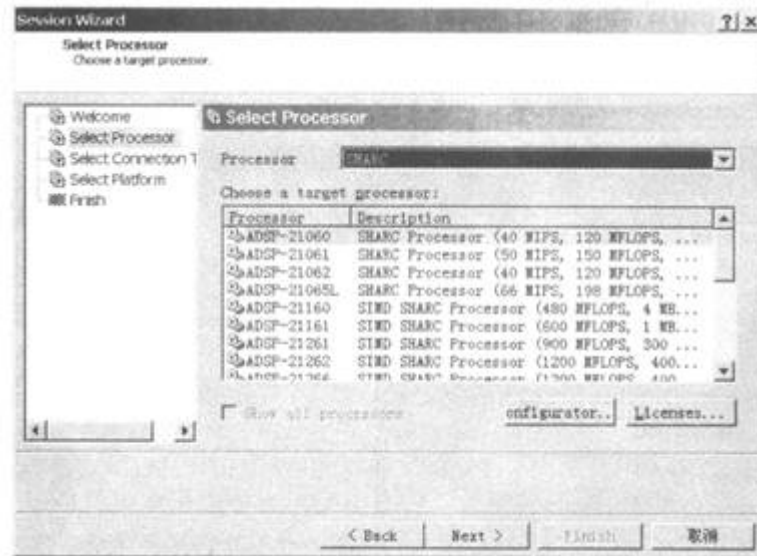

图 5-21 新建会话向导
(1) 单击 VisualDSP++ 主界面的。“会话(Session)”，然后选择 “New Session”，IDDE 将弹出新建会话向导，如图 5-21 所示。
处理器选择如图 5-21 所示，主要用于设置所建立的调试会话是针对何种处理器，处理器型号的选择等。在该窗口中，主要选项如下：